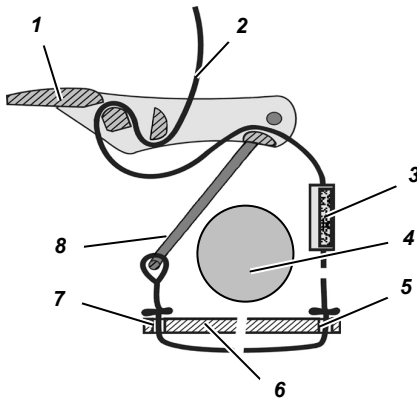

Bild 34 Kurzes Flaschenhalteband
- (1) Das Flaschenhalteband (→ Bild 34) erst durch den Schlitz in der Trageplatte (auf der rechten Seite des Gerätträgers), dann durch den linken Schlitz in der Trageplatte und anschließend durch den Flaschenbügel fädeln, dabei den Flaschenbügel senkrecht stellen.
- (2) Die Klettbandlasche auf das Flaschenhalteband mit der Flauschbandseite nach außen aufschieben.